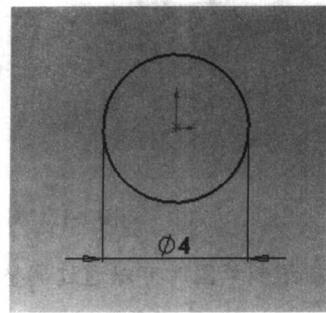

图 1-22 绘制的圆
(1) 打开中文版 SolidWorks 2007, 建立一个新零件文件。
(2) 在“设计树”管理器中选择“右视基准面”, 然后将视图设置为“正视于”视图, 使用“圆”工具()绘制一个圆, 生成草图 1, 如图 1-22 所示。然后单击草图绘制按钮()，退出草图。